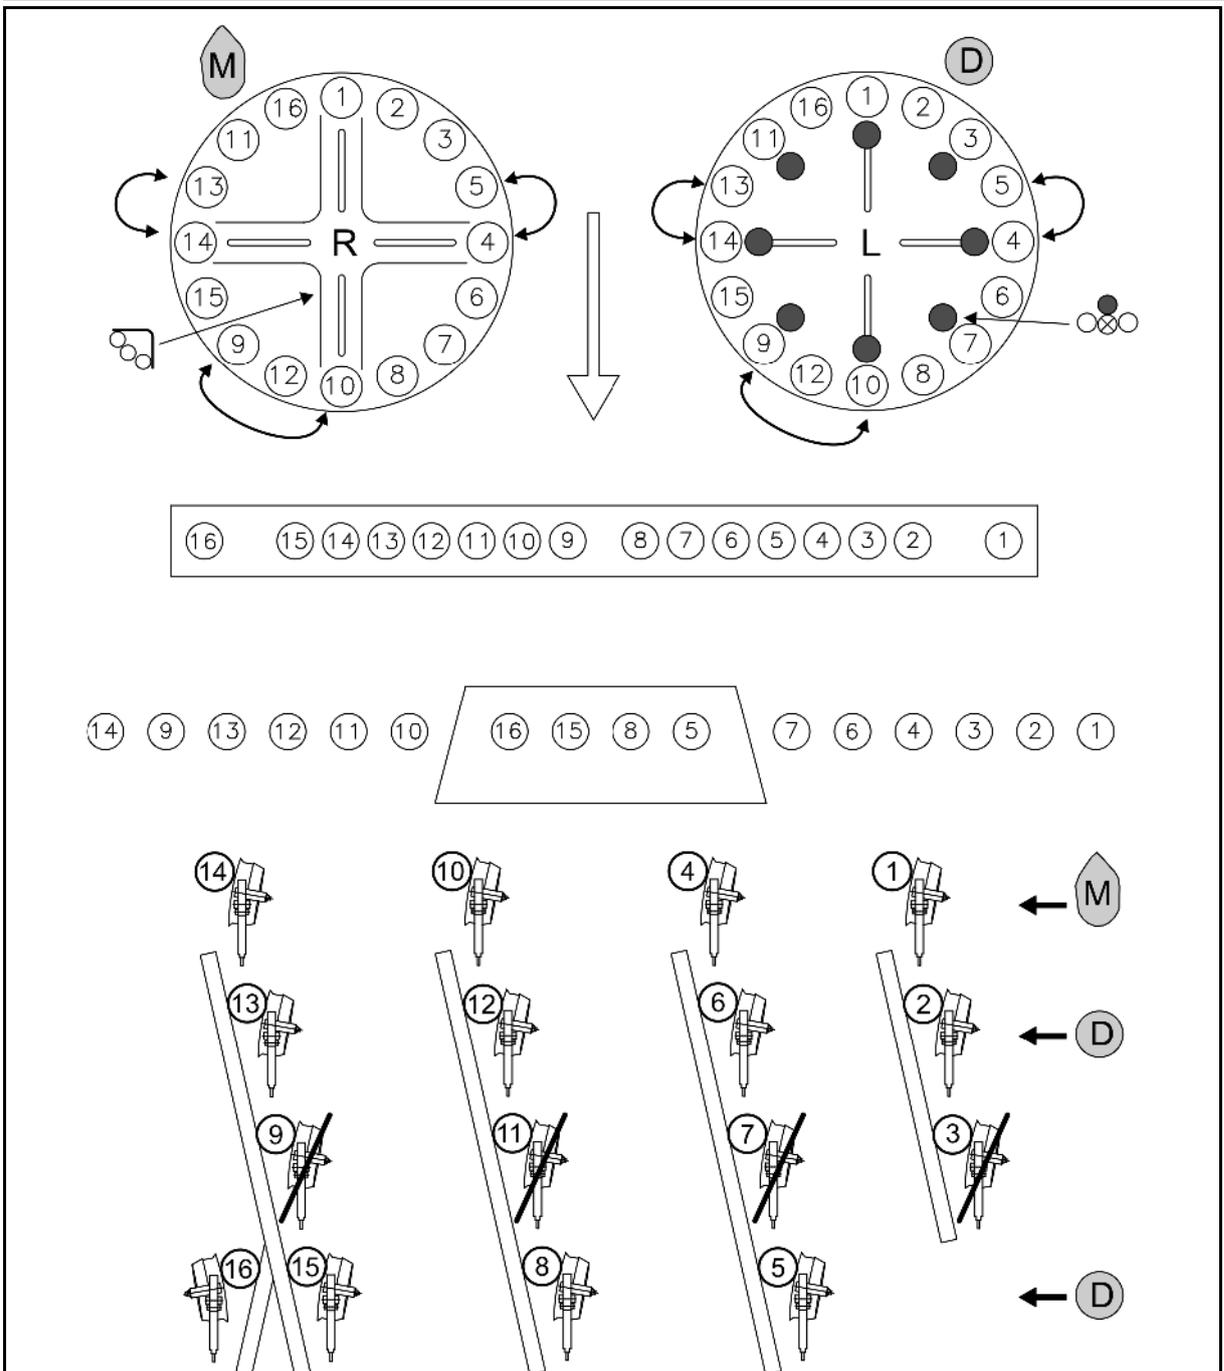

Fig. 39
- Maïs ^M : Monter la tôle de fermeture  conformément à Fig. 39.
- Engrais ^D : monter les bouchons de fermeture  conformément à Fig. 39.